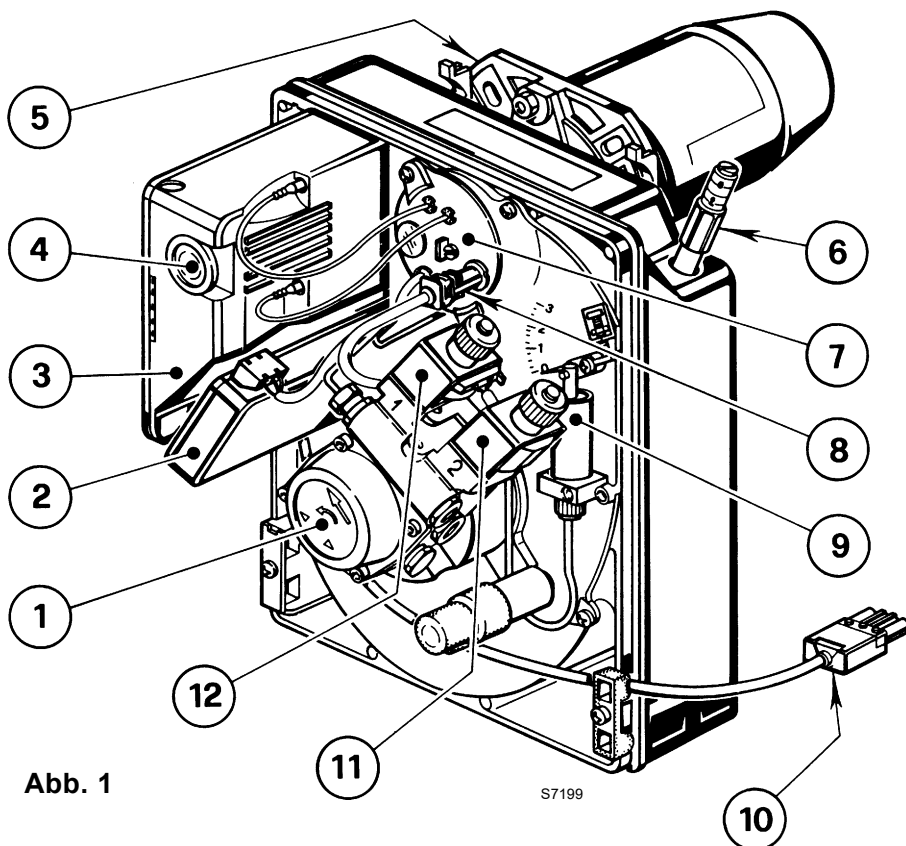

Abb. 1
Un'anomalia, nel funzionamento nella maggior parte dei casi, porta alla accensione della segnalazione all'interno del pulsante di sblocco dell'apparecchiatura di comando e controllo (pos. 4, Fig. 1, pag. 1).